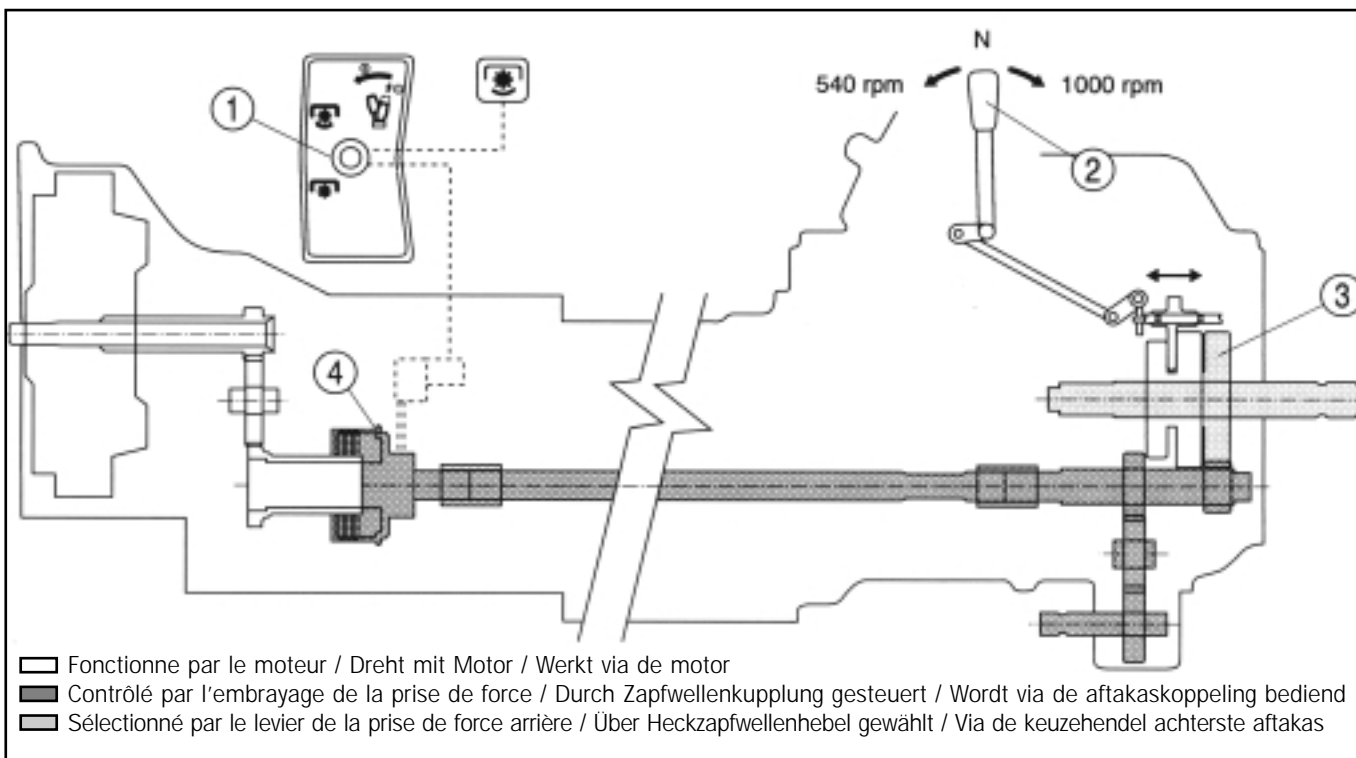

FIG. 51 / ABB. 51 / FIG. 51
Pour sélectionner la prise de force arrière, assurez-vous que le contacteur est sur la position ARR et placez ensuite le levier (2) dans la Fig. 51 sur la position "540" pour actionner les engrenages (3) à l'intérieur du carter.
Pour actionner la prise de force - Placez le contacteur (1) dans la Fig. 51 vers l'avant pour actionner l'embrayage hydraulique (4). Le témoin sur le tableau va s'allumer pour montrer que la prise de force est embrayée.
Pour désactiver la prise de force - Placez le contacteur (1) dans la Fig. 51 vers l'arrière pour désactiver l'embrayage hydraulique (4).
Quand l'utilisation de la prise de force arrière n'est plus nécessaire, actionnez la pédale d'embrayage et placez le levier (2) dans la Fig. 51 au point mort.
*NOTE: La prise de force au milieu sera activée dès que le contacteur (1) dans la Fig. 51 est activé. La prise de force peut être embrayée/débrayée avec le contacteur (1) indépendamment de l'embrayage principal. TOUJOURS réduire le régime du moteur avant de débrayer/ embrayer la prise de force.*
**TOUJOURS** couper le contacteur de la prise de force, avant d'actionner le levier (2) illustré dans la Fig. 51 de la prise de force arrière.
Einkuppeln des Zapfwellenantriebs -Den Zapfwellenschalter (1) in Abb. 51 anheben und nach vorn drücken, um die hydraulische Zapfwellenkupplung (4) einzurücken und die Zapfwellen anzutreiben.
Auskuppeln des Zapfwellenantriebs - Den Zapfwellenschalter (1) in Abb. 51 nach hinten drücken, um die hydraulische Zapfwellenkupplung (4) auszurücken.
Falls die Heckzapfwelle nicht weiter benötigt wird, das Kupplungspedal drücken und den in Abb. 51 gezeigten Zapfwellenhebel (2) in die Neutralstellung bringen.
*HINWEIS: Die mittlere Zapfwelle (falls eingebaut) beginnt zu drehen, sobald der Zapfwellenschalter (1) in Abb. 51 in die Einschaltstellung gebracht wird. Der Zapfwellenantrieb kann durch diesen Schalter (1) unabhängig vom Hauptkupplungspedal ein- und ausgerückt werden. Vor dem Ein-/Ausrücken der Zapfwellenkupplung STETS die Motordrehzahl reduzieren.*
Hoe schakelt u de aftakas in? -Trek de PTO-schakelaar (1) in Fig.51 op en duw hem naar voren om de hydraulische koppeling (4) in werking te stellen en de aandrijving te voltooiën. Het verklikkerlichtje in de strook met verklikkerlichtjes knippert om aan te duiden dat de PTO-koppeling in werking is.
Hoe schakelt u de aftakas uit? - Trek de PTO-schakelaar (1) in Fig.51 naar achteren om de hydraulische koppeling (4) te ontkoppelen.
Wanneer verder gebruik van de achteraftakas niet vereist is, druk dan de koppelingspedaal in en breng de hendel voor de achteraftakas (2) in Fig.51 terug naar de neutrale stand.
*OPMERKING: Als hij gemonteerd is, treedt de middenaftakas in werking wanneer u de PTO-schakelaar (1) in Fig.51 aanzet. U kunt de aftakas door de schakelaar (1) onafhankelijk van de koppeling in- of uitschakelen. Verminder ALTIJD het toerental alvorens u de aftakas inschakelt (schakelaar aan) of uitschakelt (schakelaar uit).*
Zet de PTO-schakelaar **ALTIJD** in de OFF-stand alvorens u de hendel voor de achteraftakas (2) in Fig.51 overhaalt.